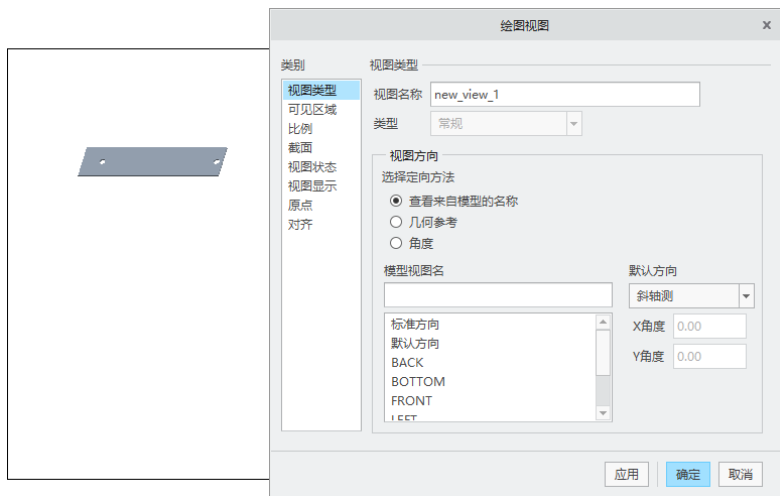

图 8-20 选择绘图视图的中心点
(1) 从功能区“布局”选项卡的“模型视图”组中单击（普通视图）按钮。系统可能会弹出“选择组合状态”对话框，从中选择“无组合状态”，并勾选“不要提示组合状态的显示”复选框，单击“确定”按钮。
(2) 系统提示“选择绘图视图的中心点。”，在图框内的合适位置处单击，以指定放置一般视图的中心点，此时系统弹出“绘图视图”对话框，如图 8-20 所示。